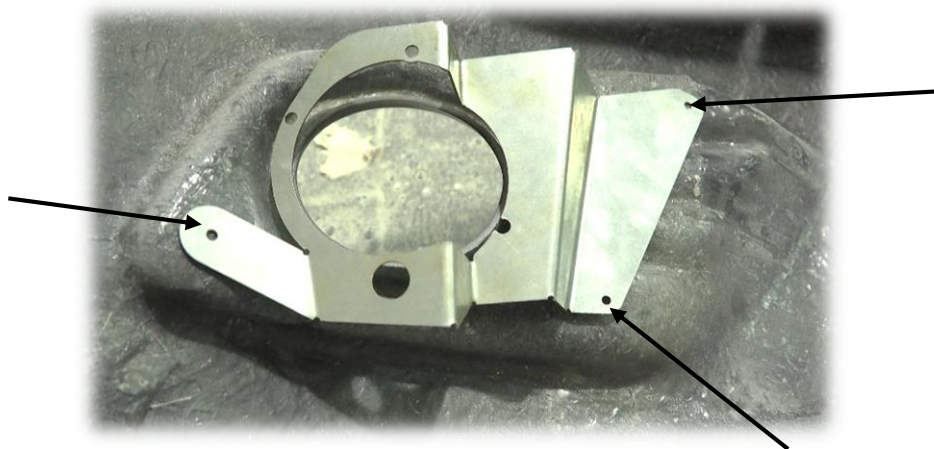

Рис.4
5. Установить ПТФ (для комплектаций **ABC.UAZ.FB.03b** и **ABC.UAZ.FB.03d**). Прикрутить фары к кронштейнам ПТФ винтами М5 с самоконтрящимися гайками из комплекта монтажа. Приложить кронштейн к композитной оболочке так, чтобы фара была по центру отверстия. Разметить фломастером положения крепежных отверстий (рис.4). Аккуратно просверлить композитную оболочку сверлом 3,5 мм. **ВНИМАНИЕ! НЕ НАЖИМАЙТЕ НА СВЕРЛО ПРИ СВЕРЛЕНИИ ВО ИЗБЕЖАНИЕ СКОЛОВ И ПОВРЕЖДЕНИЯ НАРУЖНОГО ПОКРЫТИЯ БАМПЕРА (ГЕЛЬКОУТА). СВЕРЛИТЕ НЕ СПЕША БЕЗ НАЖИМА.** Приклепать кронштейн ПТФ к бамперу заклепками из комплекта монтажа. **КЛЕПАТЬ СНАРУЖИ БАМПЕРА!** Для придания более эстетического вида рекомендуется раззенковать отверстия под заклепки снаружи бампера сверлом 8-10 мм. В таком случае заклепки встанут заподлицо с поверхностью бампера.